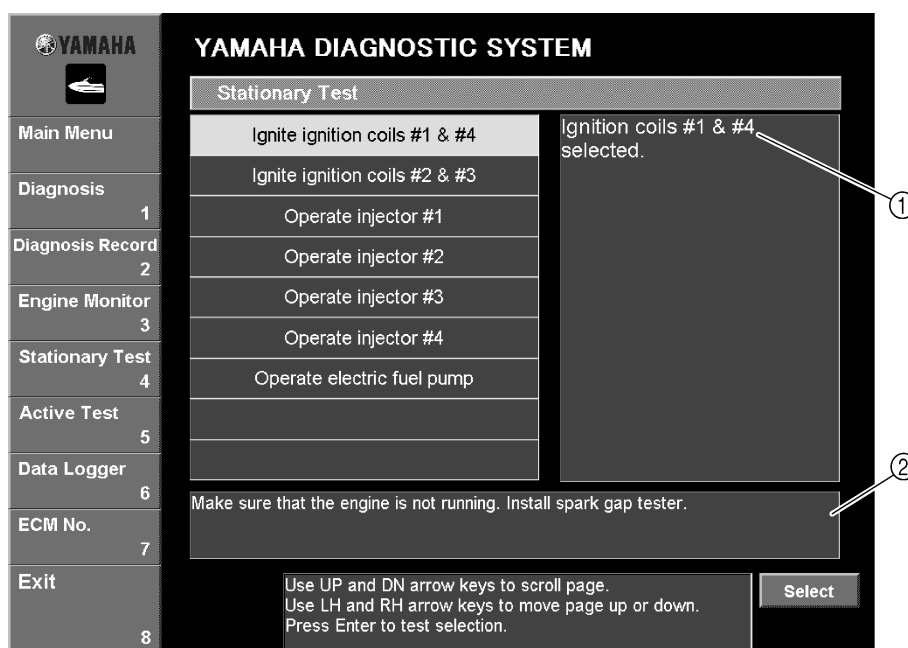

Fig. 39
1. Select the test that you wish to perform by either clicking it or pressing the up or down arrow keys on your keyboard. (Fig. 39)
4. Select the cylinder number where the spark gap tester is connected, and then click the **Select** button or press the Enter key on your keyboard. (Fig. 39)
1. Sélectionner le test à effectuer en cliquant dessus ou en utilisant les touches haut ou bas du clavier (Fig. 39).
4. Sélectionner le numéro de cylindre auquel le testeur de longueur d'étincelle est relié puis cliquer sur le bouton **Select** ou appuyer sur la touche Entrée du clavier (Fig. 39).
1. Wählen Sie den Test, den Sie durchführen möchten, entweder durch Anklicken oder durch Benutzung der Pfeiltasten auf Ihrer Tastatur aus. (Abb. 39)
4. Wählen Sie die Zylinder Nummer, an welcher der Zündfunkentester angeschlossen ist, und klicken Sie dann auf **Select** oder drücken Sie die "Enter"-Taste auf Ihrer Tastatur. (Abb. 39)
1. Seleccione la prueba que desea realizar, haciendo clic en ella o bien pulsando la flecha arriba o abajo del teclado. (Fig. 39)